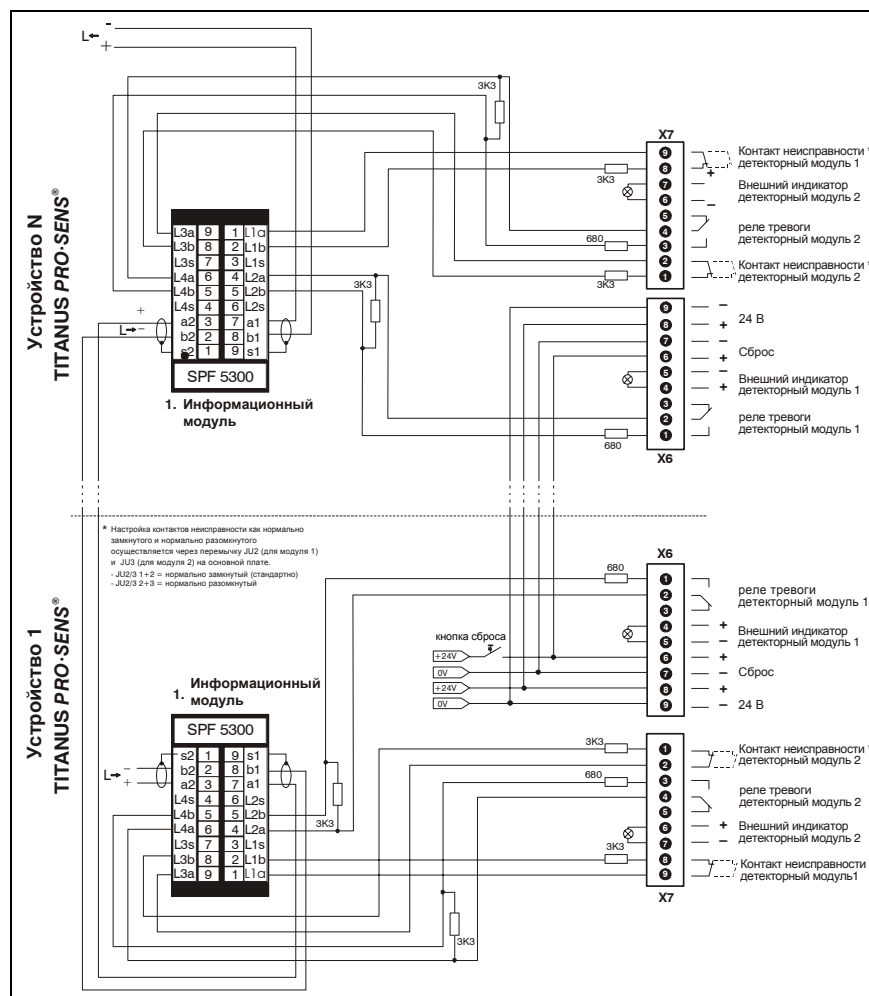

Рис. 5.20: Подключение информационного модуля SPF 5300 и TITANUS PRO · SENS®
2. Отвинтите монтажную шину (A) от крепежного уголка (B), входящего в комплект расширения.
3. Привинтите демонтированную монтажную шину на монтажную панель. Для этого используйте 2 винта с потайной головкой (C) M3x6, 2 зубчатых шайбы (D) и 2 шестигранных гайки (E) M3 комплекта расширения.
5. Подсоедините информационный модуль (H) в соответствии со схемой подключения к TITANUS PRO·SENS® (см Рис. 5.20) и установите его на монтажную шину монтажной панели.